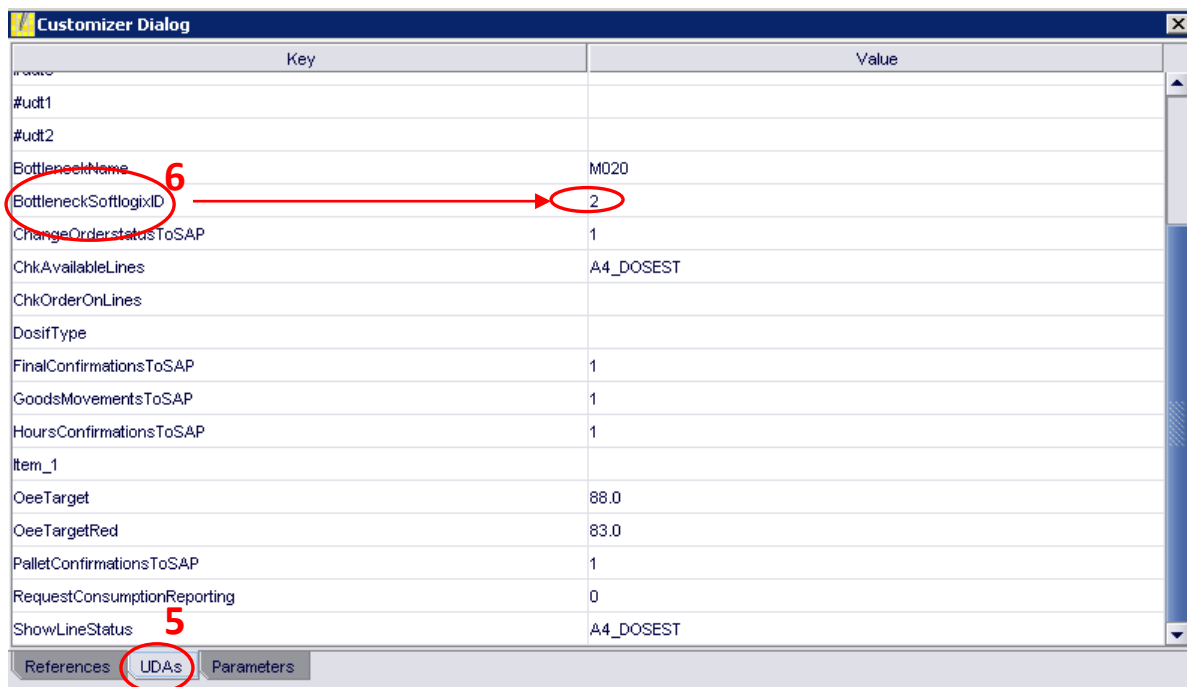

Imagen 62
6. - Buscamos el parámetro **BottleneckSoftlogixID**, y lo modificamos en función de la maquina que será el nuevo Bottleneck (**Imagen 62**).